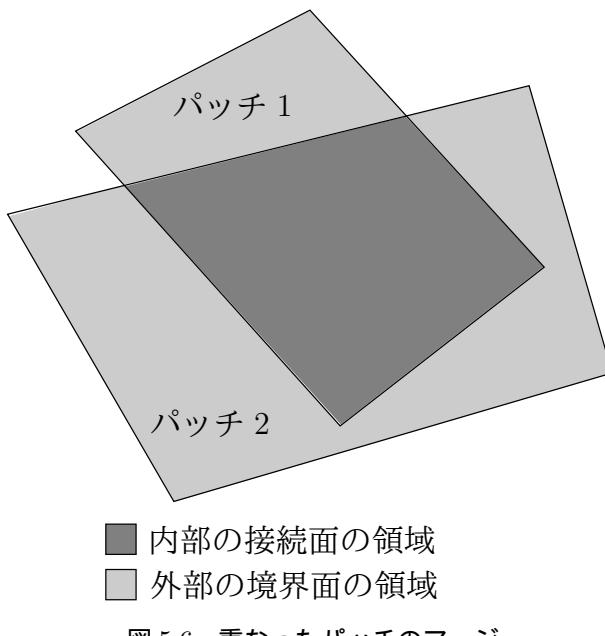

図 5.6 重なったパッチのマージ
- ・ パッチが図 5.6 に示されるように重なるなら、併合しない各面が、境界条件を適用しなければならない、元のパッチの外部面として残ります。